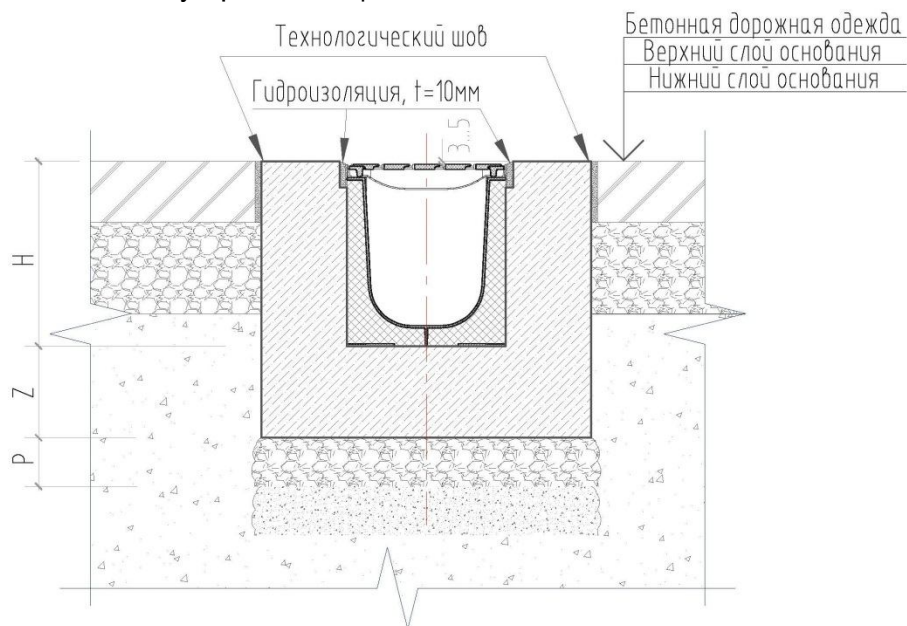

Рис. 8 – Монтаж пластиковых лотков с бетонным покрытием для высоких классов нагрузки от D400 до E600.
- для зон с повышенной нагрузкой классов от D400 до E600 лоток бетонируется на всю высоту с учетом усиленной планки, выполняется гравийная подсыпка (рис. 8);.
прокладка / битумная мастика, в зависимости от нагрузки (рис. 8).